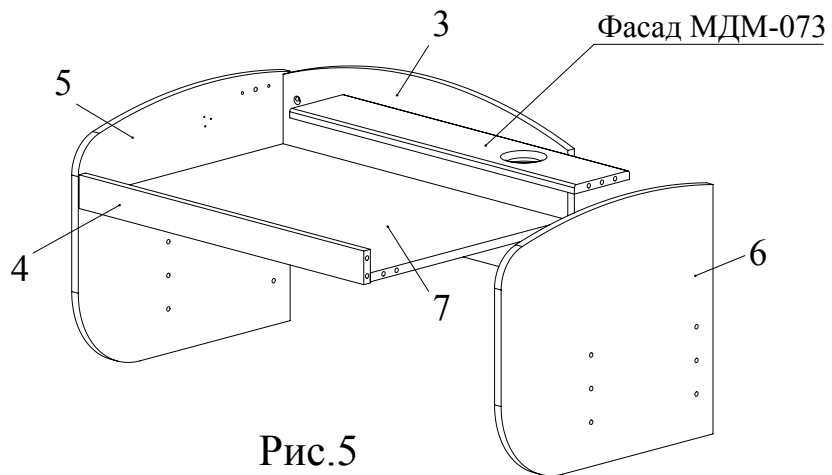

Рис.5
4. Скрепить детали 4 и 7, повернув конфирматным ключом головки минификсов по часовой стрелке до упора. Прикрепить конфирматами заднюю стенку 3 ко дну 7. Установить боковину 5, закрепить, повернув конфирматным ключом головки минификсов по часовой стрелке до упора (Рис. 5).